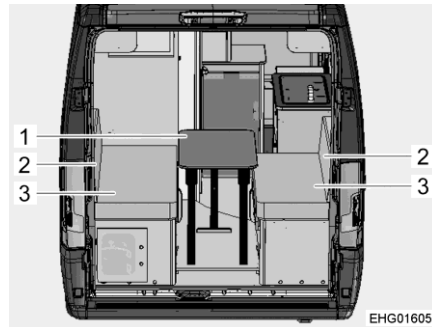

Bild 64 Före ombyggnaden
- Fäll ihop fällbordet (Bild 64,1) och ställ undan det eller skjut in det i förvaringsfacket under avsatsen.
- Ta bort de två ryggdynorna (Bild 64,2). Ryggdynorna består av 2 delar (en dyna och en kil). Dynan används för ombyggnaden till en säng, kilen kan användas för att höja upp huvudändan om det behövs.
- Ta bort de två sittdynorna (Bild 64,3).